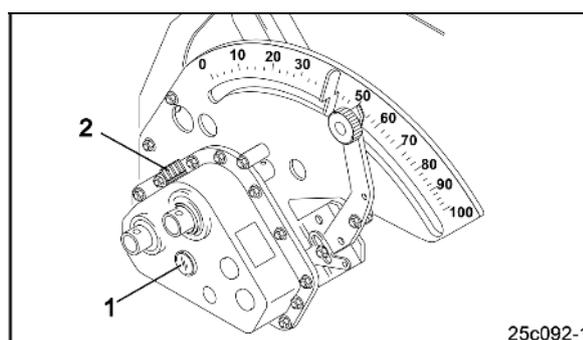

Fig. 76
2. Der Ölspiegel muss im Ölauge (Fig. 76/1) sichtbar sein.
6. Das Variogetriebe durch den Öleinfüllstutzen (Fig. 76/2) bis zum Ölauge mit Getriebeöl befüllen.